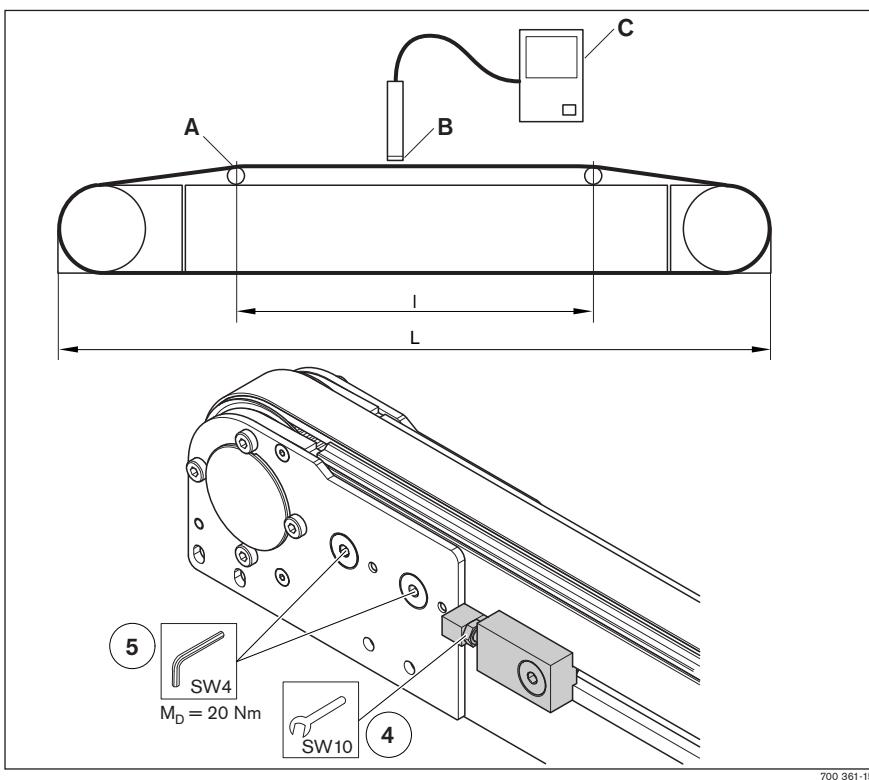

Fig. 22 Einstellen der Riemenspannung (2/2)
- Frequenzmessgerät (C) mit Sensorkopf (B) zur Riemenspannungsmessung
- 2 Stifte ø4x40 mm (A).
Riemen vom Führungsprofil abheben, zwei Stifte ø4 mm (A) zwischen Riemen und Führungsprofil einschieben (siehe „Fig. 22“).